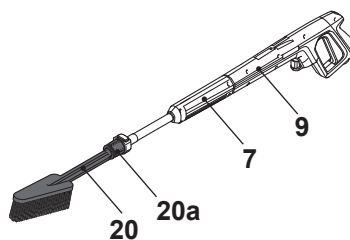

Fig. 10
1. Atașați lancea de extindere (7) în pistolul de pulverizare (9) (Fig.10).
2. Atașați peria pentru jante (20) în lancea de extindere.